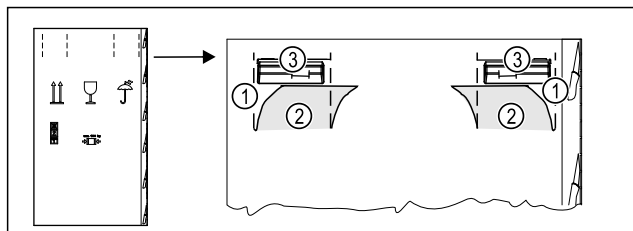

Fig. 3
- Druk het verpakingskarton aan de bovenkant van de perforatie Fig. 3 (1) in.
- Trek de ingedrukte lipjes Fig. 3 (2) naar buiten.
- De draagbeugel Fig. 3 (3) is rechts en links zichtbaar.
- Houd het apparaat vast aan de draaggrepen Fig. 3 (3).